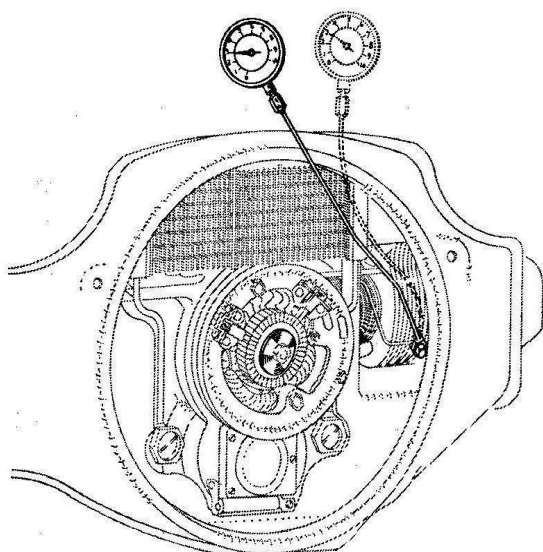
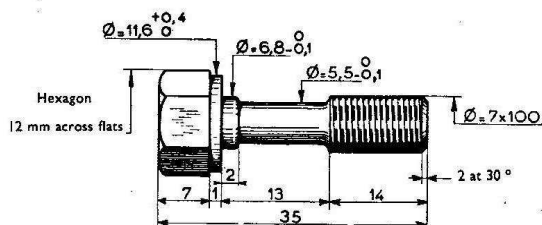

Fig. 6. Manometrets monter-
Fig. 7. Skitse af specialnippel
3. Aftag olierørets nippel på venstre topstykke og tilslut et manometer ved hjælp af en specialnippel - fig. 6. Specialniple kan ikke købes, men fremstilles efter skitsen fig. 7.